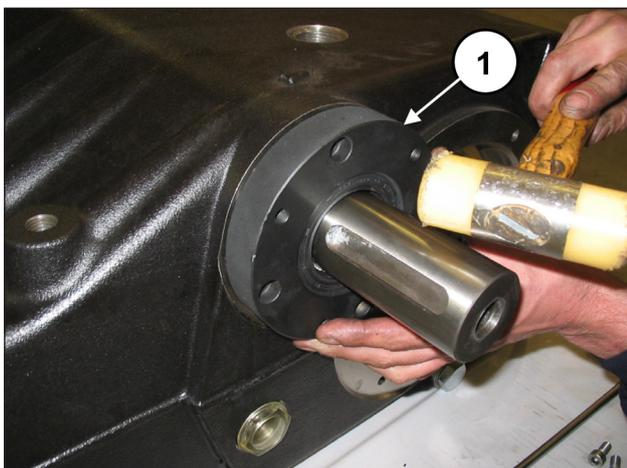
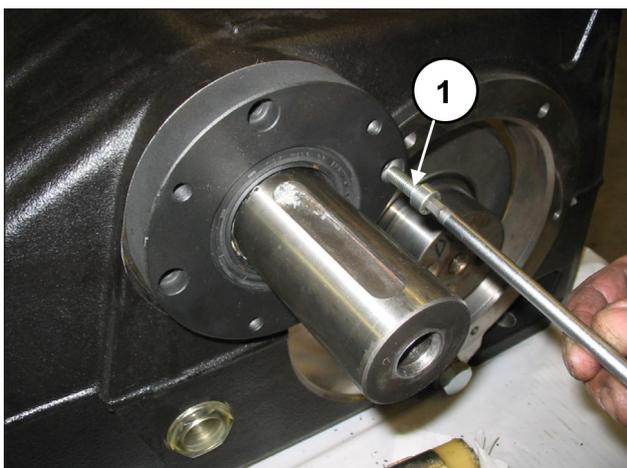

Fig. 68
Fig. 69
Montare un primo coperchio cuscinetto PTO (destro o sinistro) al carter pompa (pos. ①, Fig. 68) e fissarlo mediante 4 viti M8x30 (pos. ①, Fig. 69).
Montare il coperchio cuscinetto PTO mancante sul carter pompa (pos. ①, Fig. 68) e fissarlo mediante 4 viti M8x30 (pos. ①, Fig. 69).